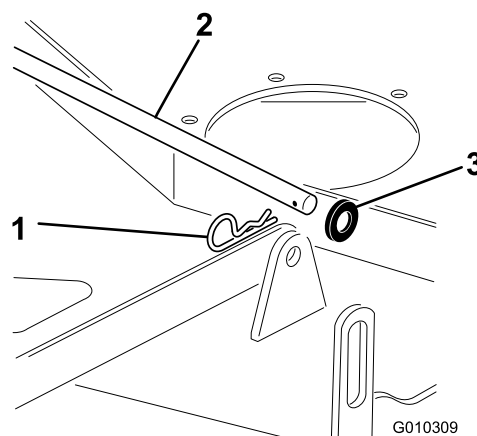

Figura 69
1. Retire el pasador de horquilla y la arandela que sujetan la varilla larga de acoplamiento al bastidor y a la carcasa; retire la varilla de acoplamiento (Figura 69).
8. Instale la varilla de acoplamiento larga por la pletina de suspensión y la carcasa. Sujeta la varilla de acoplamiento con los pasadores de horquilla y las arandelas que retiró anteriormente (Figura 69).